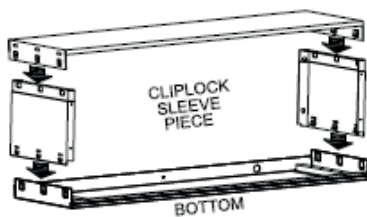

Fig 1
- a) Desempaque todas las partes y accesorios, consultando la Fig. 1.